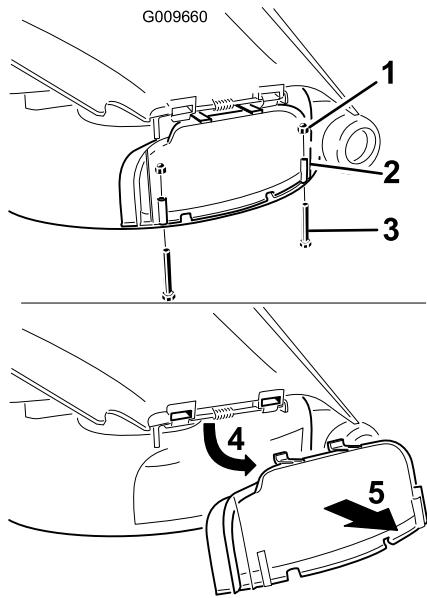

Figura 26
- Rimuovete i due 2 bulloni e dadi che fissano il coperchio dello scarico al tosaerba (Figura 26).